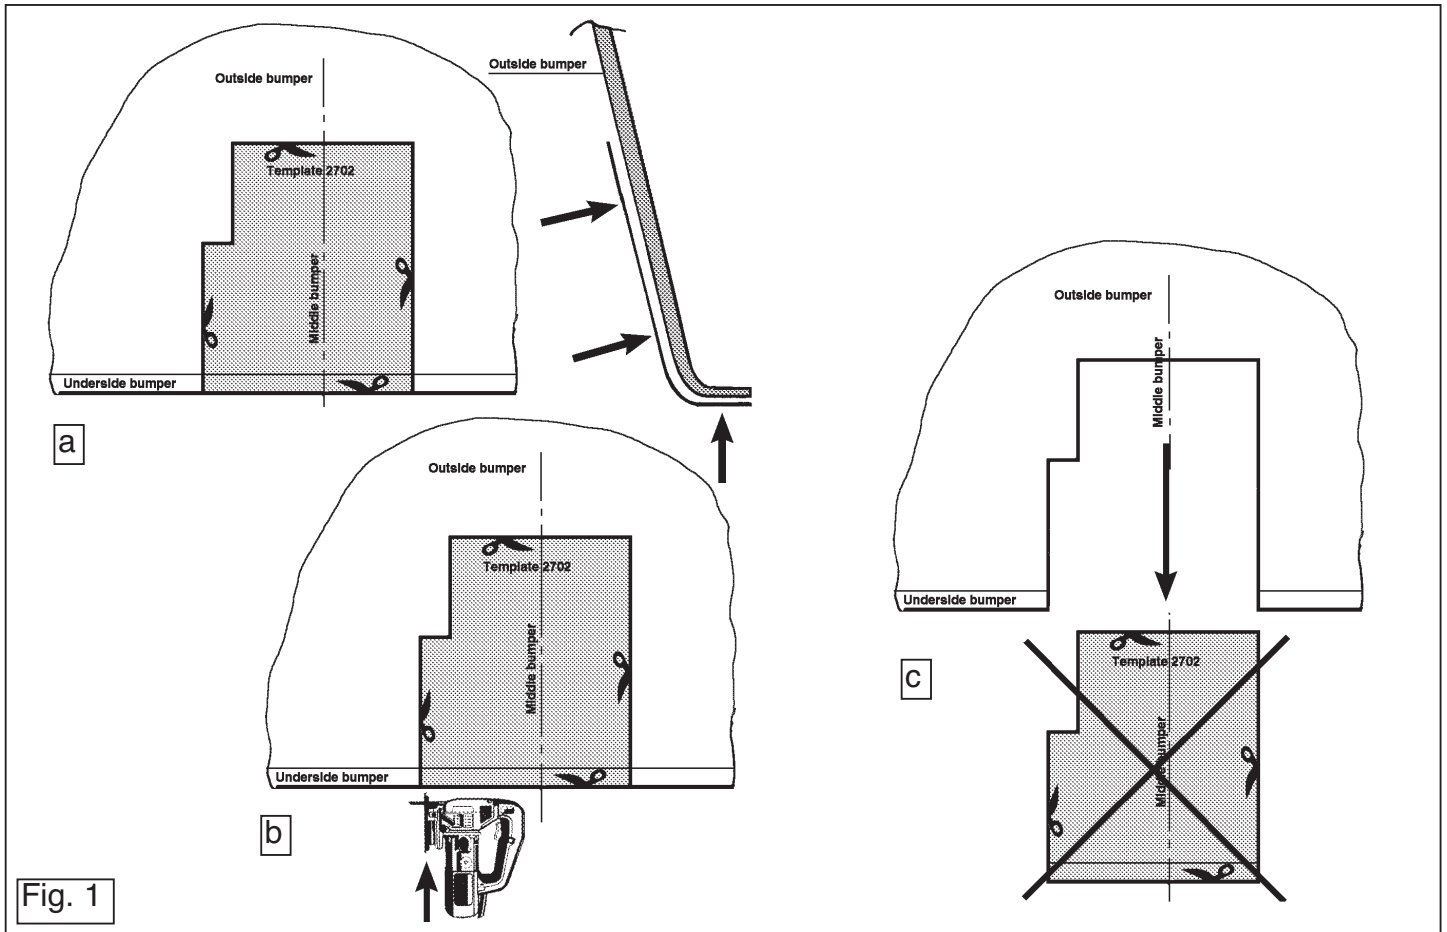

Fig. 1
2. Förstora hålen A (ø6,5 mm) genom stötfångaren. Såga ut den markerade delen ur stötfångaren. Se fig. 1. Placera dragkroken i stötfångaren och fäst den på punkterna A med två skruvar M6x20 inklusive planbrickor (ø25x6,5x1,5), fjäderbrickor och muttrar.
2. Bør hullerne A (ø6,5mm) gennem kofangeren. Sav ifølge fig. 1 det markerede stykke ud af kofangeren. Anbring anhængertrækket i kofangeren og monter dette med to bolte M6x20 inklusiv planskiver (ø25x6,5x1,5), fjederskiver og møtrikker ved punkterne A.
2. Agrandar los orificios A ($\varnothing 6,5\text{mm}$) a través del parachoques. Serrar de acuerdo con la fig. 1 la parte indicada del parachoques. Colocar el gancho de remolque dentro del parachoques y fijarlo a la altura de los puntos A por medio de dos tornillos M6x20 inclusive arandelas planas ($\varnothing 25 \times 6,5 \times 1,5$), arandelas grover y tuercas.